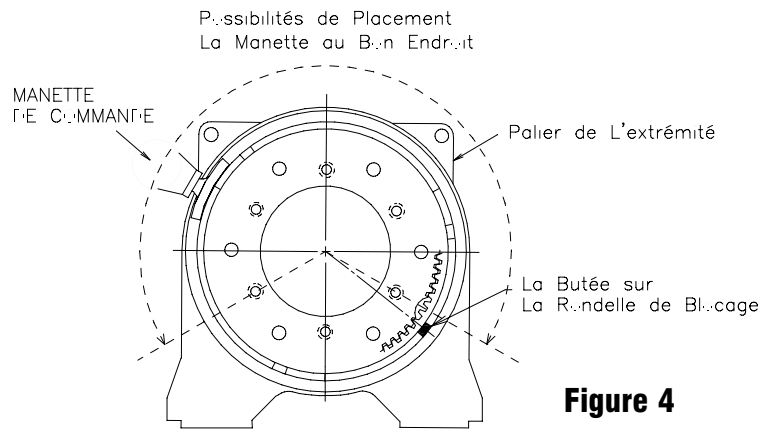

Figure 4
5. Déterminer la position dans laquelle la manette doit être. Remarque: elle ne peut être placée trop bas puisqu'elle serait ainsi gênée par le support du palier de l'extrémité engrenage (possibilités de placement [Range of position] à la figure 4).